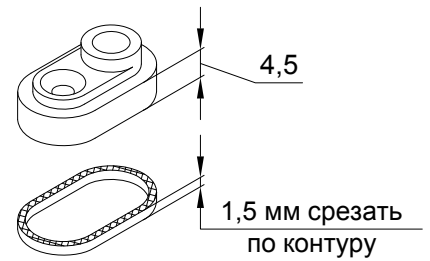

Рис. 5.9
2. Доработать фиксаторы, как показано на рис. 5.9.